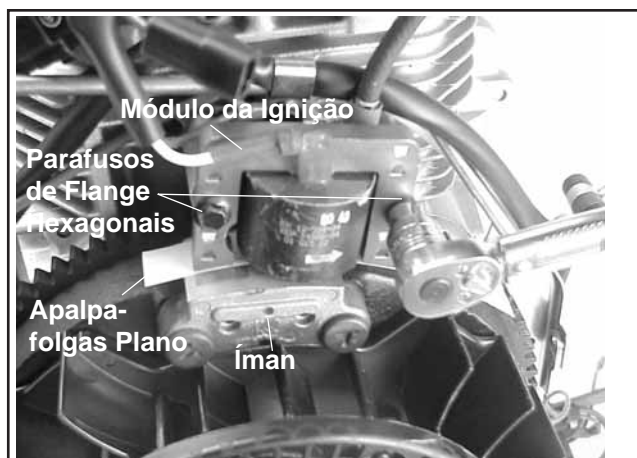

Figura 11-28. Instalar o Módulo de Ignição.
2. Insira um apalpa folgas plano de **25 mm (0,010 pol)** ou um porta-calço entre o íman e o módulo de ignição. Consulte a Figura 11-28.